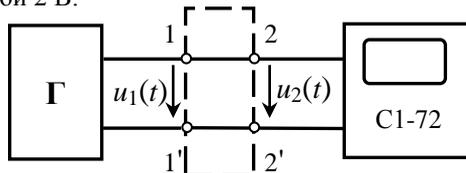

Рис. 4.4
1. Для наблюдения импульсов генератора присоединить осциллограф (зажимы 2–2') к выходу генератора (зажимы 1–1') по схеме рис. 4.4. Установить частоту повторения импульсов равной 100 Гц, длительность импульса – 1000 мкс. Амплитуду импульса установить равной 2 В.